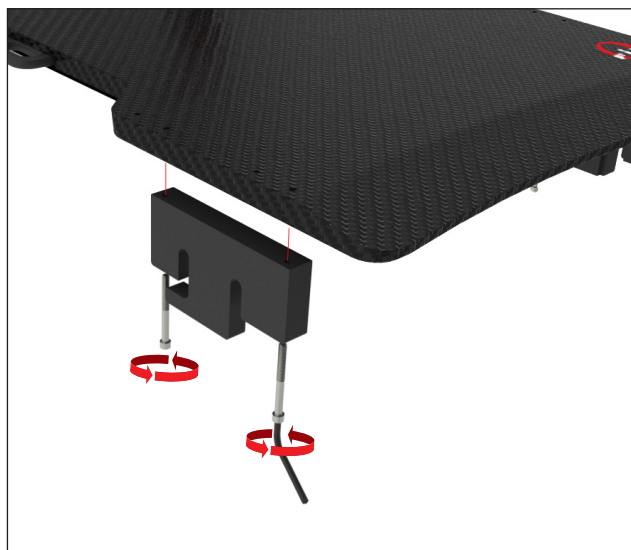

Fig. 15
2. Repetați instalarea pentru adaptorul opus, menținând partea netedă a adaptorului orientată spre exterior (Fig. 15).